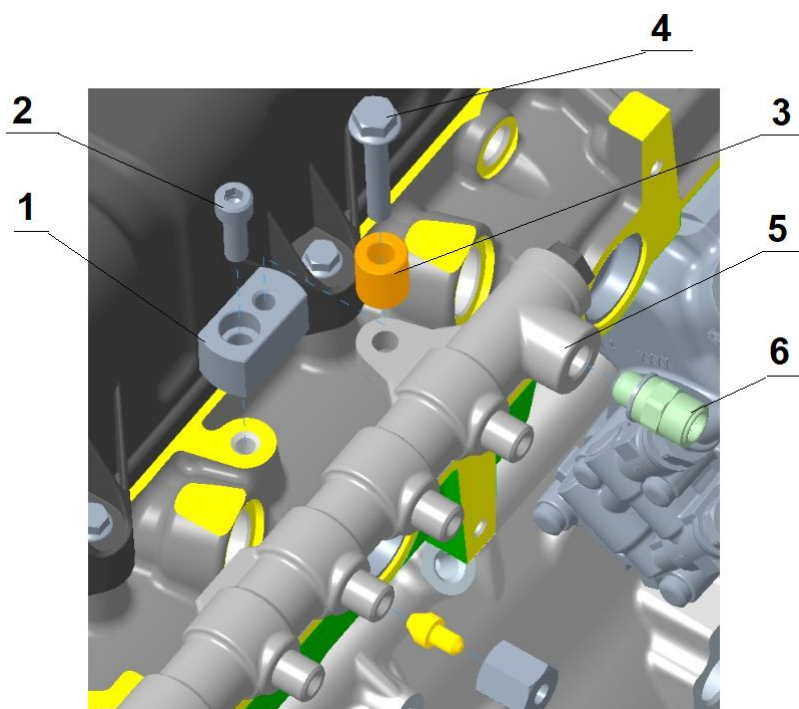

Рис. 1
1. Установить опоры рампы 536.1112552 (поз. 1, рис.1) ввернув 2 винта 8.9362 (поз. 2) ее крепления предварительно от «руки». Спозиционировать опоры параллельно крышке головки цилиндров. Затянуть винты окончательно моментом 22 до 25 Н·м.
2. Установить рампу 536.1112303-20 (поз. 5) на опоры 536.1112552, через втулки 5340.1112550 (поз. 3) ввернув левый болты крепления 8.9362 от «руки». Ввернуть правый болт (поз. 4, рис. 1) от «руки» предварительно установить под него кляммер (поз. 1, рис 2), для хомута крепления трубки слива топлива с двигателя. Затянуть болты 8.9362 окончательно моментом 22 до 25 Н·м.
4. Ввернуть фитинг прямой 651.1104282-10 (поз.6, рис. 1) от «руки». Затянуть фитинг окончательно моментом от 18 до 22 Н·м.